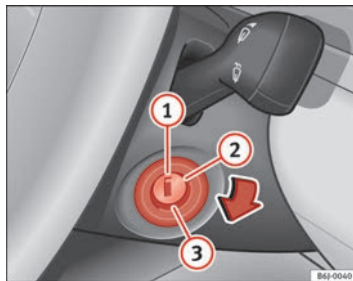

Fig. 99 Posições da chave da ignição
Nesta posição, ⇒ Fig. 99 a ignição e o motor estão desligados, podendo bloquear a direcção.
- Rode a chave da ignição para a posição ⇒ Fig. 99 ②. O aviso ⚡ acender-se-á em caso de pré-incandescência do motor.
- Quando o aviso se apagar, rode a chave da ignição até à posição ③ para arrancar o motor, sem acelerar.
- Rode a chave da ignição até à posição ⇒ Fig. 99 ①.